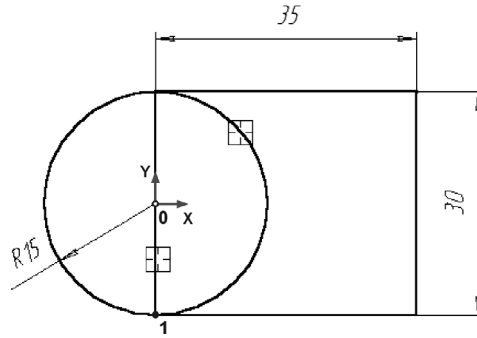

Рис. 17.2. Построение внешнего контура детали
Будет построена окружность (рис. 17.2).
На данном этапе чертеж должен выглядеть так, как показано на рис. 17.2 (размеры можно не проставлять).
2.2. В ответ на запрос системы **Укажите участок кривой, который нужно удалить** последовательно укажите курсором на участки прямоугольника и окружности, как это показано на рис. 17.2.